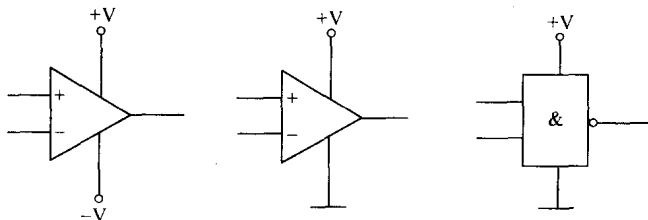

图 1-1-17 不画出集成运放以及数字集成电路的电源引线
(4)通常电路图中不画出集成运放以及数字集成电路的电源引线,因为这不影响分析电路功能,但分析电源电路和实际制作时不能忘记其电源引线,如图 1-1-17 所示。